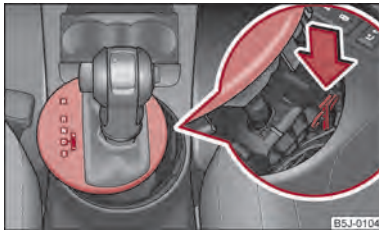

Abb. 91 Wählhebel-Notentriegelung
- – Drücken Sie das gelbe Kunststoffteil mit dem Finger nach unten → Abb. 91.